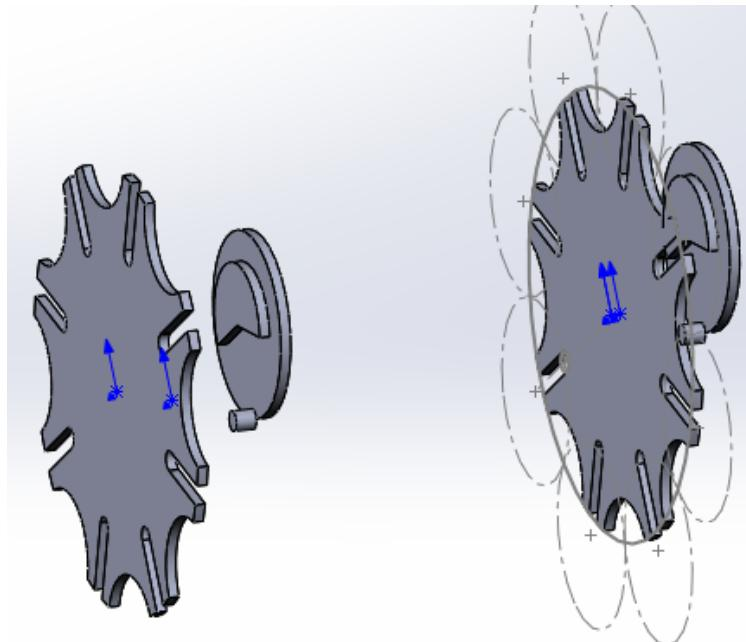

Рис. 6.12. Вставка деталей «Зірка» та «Поводок» у складання
2.5. Для того, щоб можна було виконати аналіз руху механізму треба додати іще раз деталі «Зірка» та «Поводок» у складання (рис. 6.12) і встановити спряження.